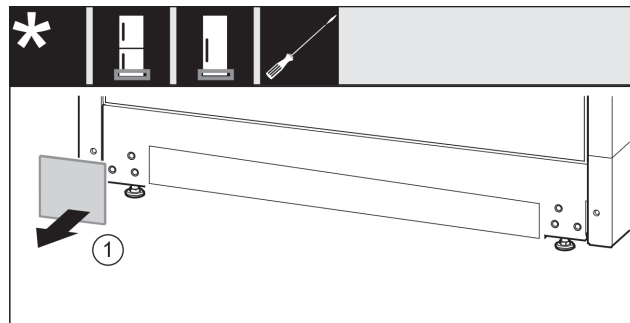

Fig. 46
- Vegye le a fedelet Fig. 46 (1).